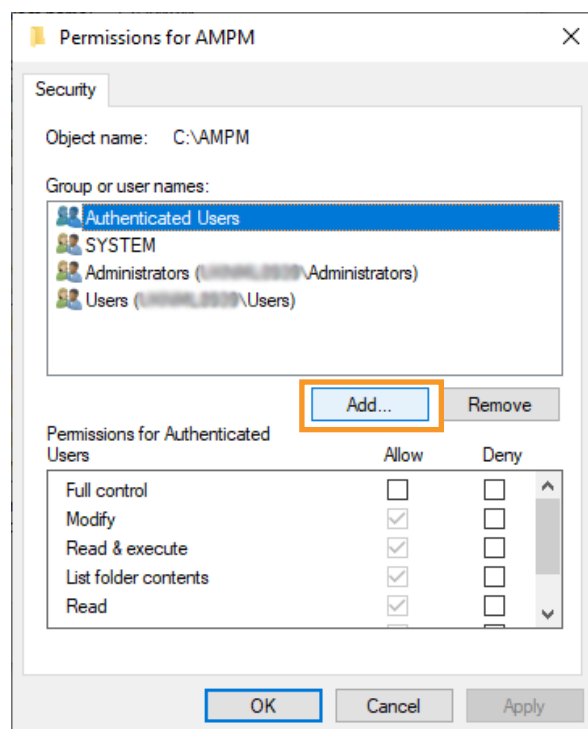

Abbildung 41 Add (Hinzufügen) wählen
2. Wählen Sie **Add** (Hinzufügen) (siehe Abbildung 41).